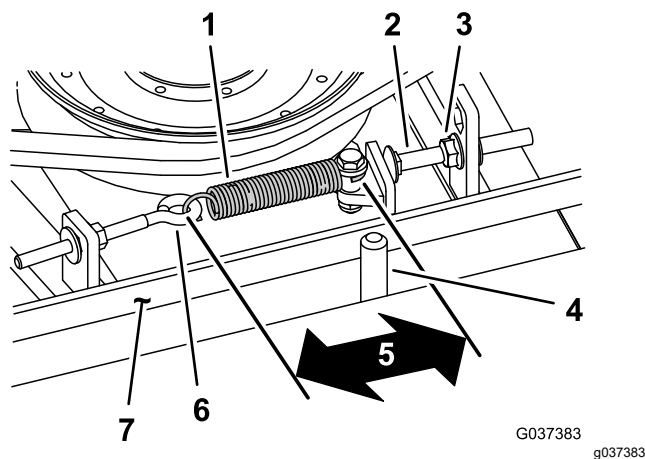

Figure 76
Lorsque le ressort d'extension est correctement tendu, l'intérieur doit mesurer (d'un crochet à l'autre) entre 8,3 et 9,5 cm. Lorsque le ressort est correctement tendu, ajustez le boulon d'arrêt (boulon de carrosserie) jusqu'à obtention d'un jeu d'environ 2 à 5 mm entre la tête du boulon et le bras de tension (Figure 76).
Remarque: La courroie doit être placée du côté ressort du guide (Figure 76).
2. Desserrez le boulon à œil pour pouvoir enlever le ressort d'extension (Figure 76).
3. Desserrez l'écrou à embase qui fixe le boulon d'arrêt à la patte de montage, et écartez la poulie de tension de la courroie pour détendre cette dernière (Figure 76).
9. Raccrochez le ressort d'extension (Figure 76) au boulon à œil et tendez la courroie comme suit :